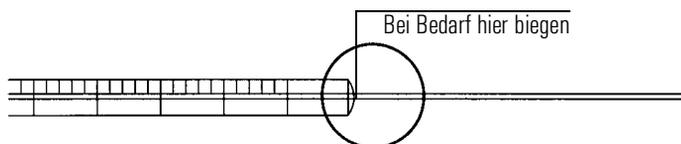

Abbildung 9 Überprüfung einer Spritzennadel
1. Rollen Sie die Spritze am Rand einer sauberen, ebenen Fläche. Wenn sich die Nadelspitze im Kreis bewegt, dann richten Sie die Nadel gerade aus, indem Sie sie an der Verbindung im Spritzenkörper vorsichtig biegen (siehe Abbildung 9). Überprüfen Sie das Ergebnis.